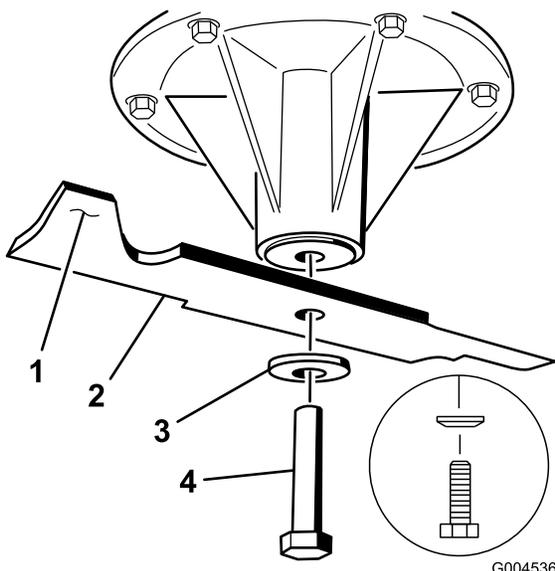

Figura 57
2. Para carcasas de corte de 48 pulgadas, retire el perno de la cuchilla, la arandela curva y la cuchilla del eje (Figura 57).
3. Si la cuchilla se mantiene horizontal, está equilibrada y puede utilizarse. Si la cuchilla no está equilibrada, rebaje algo el metal en la parte de la vela solamente (Figura 57)
1. Instale la cuchilla en el eje (Figura 57).
Importante: La vela de la cuchilla debe apuntar hacia arriba y hacia el interior del cortacésped para asegurar un corte correcto (Figura 57).
2. En carcasas de corte de 48 pulgadas, instale la cuchilla, la arandela curva y el perno de la cuchilla (Figura 57).